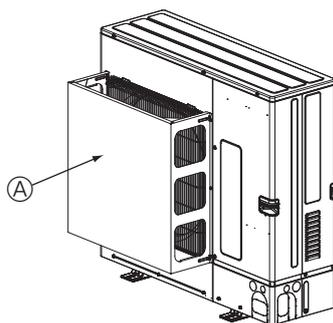

Fig. 2-5
- ② Installer un guidage d'air optionnel si l'appareil est placé dans un endroit où les vents violents d'une tempête, par exemple, pourraient s'engouffrer directement dans la sortie d'air. (Fig. 2-5)